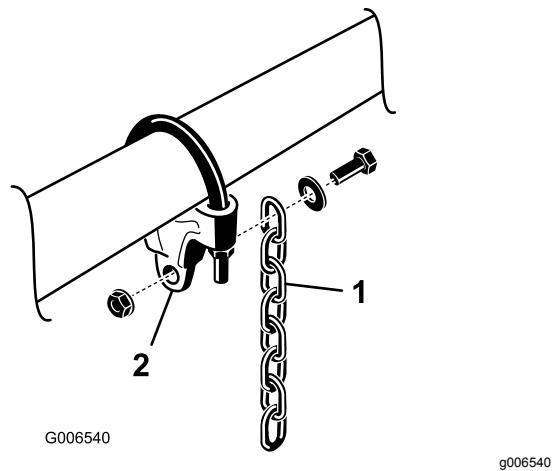

Figure 8
- Montez une chaîne de levage sur chaque support de chaîne avec une vis, une rondelle et un écrou, en positionnant l'ensemble comme montré à la Figure 8